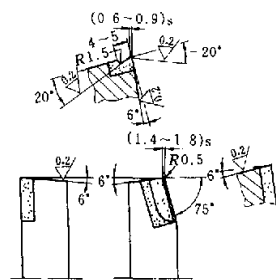

图 3 粗车、半精车刀
(1) 粗车和半精车可使用同一几何形状尺寸的车刀, 亦可用同一把车刀切削, 如图 3 所示, 只是粗车刀的倒棱面较半精车刀宽些, 过渡刃较长些, 以提高切削刃的强度。出屑槽流出的切屑应顺畅, 可减少断屑时的跳动次数。